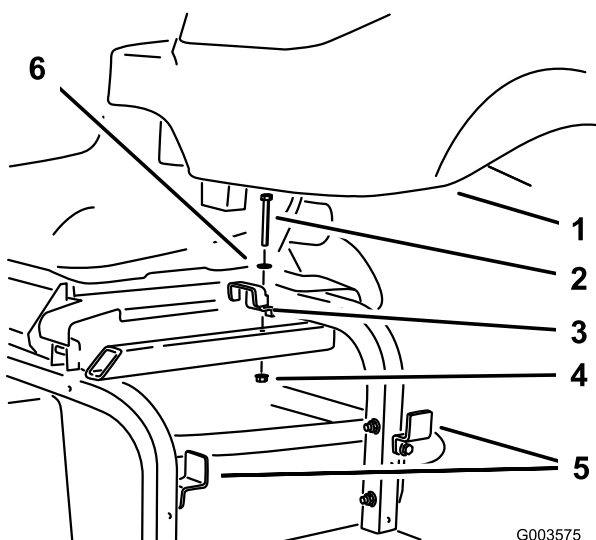

Figura 8
9. Staccate dal telaio della macchina la staffa superiore del serbatoio idraulico e allentate le 2 staffe sul lato del telaio (Figura 8). Rimuovete il serbatoio e conservate la bulloneria.